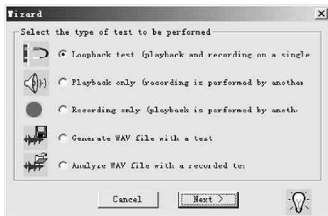

图6 测试路径
- Load results:对以前保存的测试结果进行分析或比较。接下来,我们利用测试设置向导(WIZARD)来一步步地完成我们的测试,在这个过程中大家也可以了解到使用RMAA测试声卡性能的步骤和需要设置或测试的参数。按下“WIZARD”,首先会要求你选择测试方法(图6),几个选项依次是: